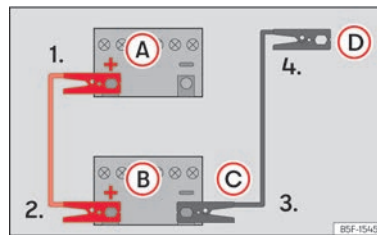
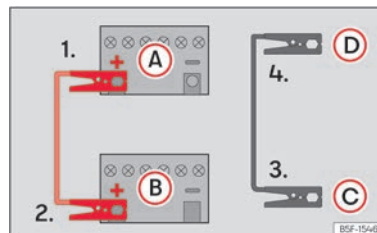

Abb. 227 Anschlussplan für Fahrzeuge ohne Start-Stopp-System.
Abb. 228 Anschlussplan für Fahrzeuge mit Start-Stopp-System.
Starthilfekabel nur in folgender Reihenfolge anklemmen **1 > 2 > 3 > 4** »> (Abb. 227), »> (Abb. 228).
4. *Fahrzeuge ohne Start-Stopp-System:* Klemmen Sie ein Ende des schwarzen Starthilfekabels Ⓒ an den Minuspol **—** des stromgebenden Fahrzeugs »> (Abb. 227) an.
Fahrzeuge mit Start-Stopp-System: Klemmen Sie ein Ende des schwarzen Starthilfekabels Ⓒ an einen geeigneten Masseanschluss, ein massives, fest mit dem Motorblock verschraubtes Metallteil oder an den Motorblock selbst »> (Abb. 228).